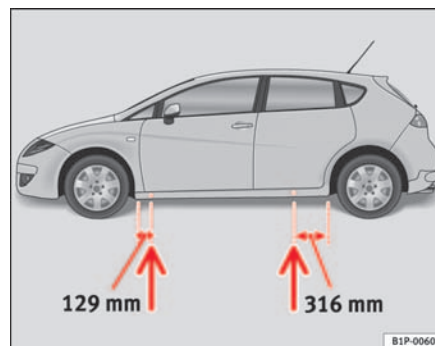

Fig. 156 Puntos de apoyo del gato
- Busque en el larguero inferior del vehículo el punto de apoyo mas cercano a la rueda pinchada ⇒ **página 244, fig. 156**
En el larguero inferior van marcados los lugares en los que se puede apoyar el gato ⇒ **página 244, fig. 156.** Se ha previsto un lugar para cada rueda. El gato no debe colocarse en otros lugares.